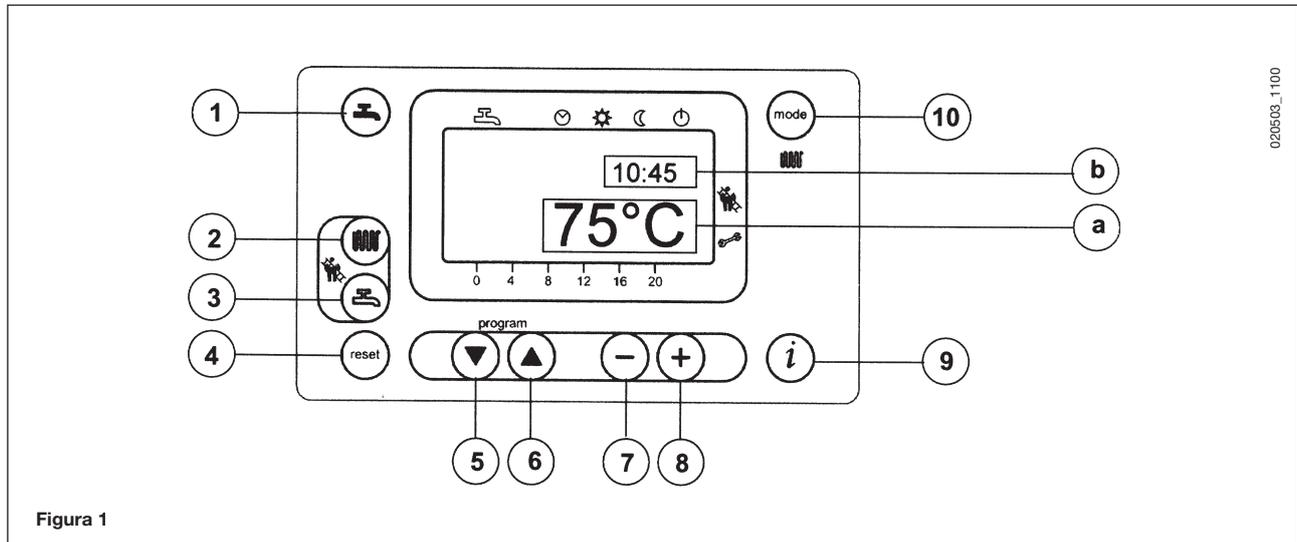

Figura 1
- Premere il tasto mode (2- figura 1) per impostare la temperatura dell'acqua di riscaldamento;
- premere uno dei due tasti mode (1 o 10 - figura 1) per memorizzare e ritornare al menù principale.
N.b – Con sonda esterna collegata, mediante il tasto mode (2 – figura 1) è possibile effettuare la traslazione della curva di riscaldamento. Premere i tasti $-$ $+$ per diminuire o aumentare la temperatura ambiente del locale da riscaldare.
- Premere il tasto mode (3- figura 1) per impostare la temperatura massima dell'acqua sanitaria;
Sul display principale (figura 1 a) compaiono le segnalazioni di anomalia assieme al simbolo Δ (figura 4).